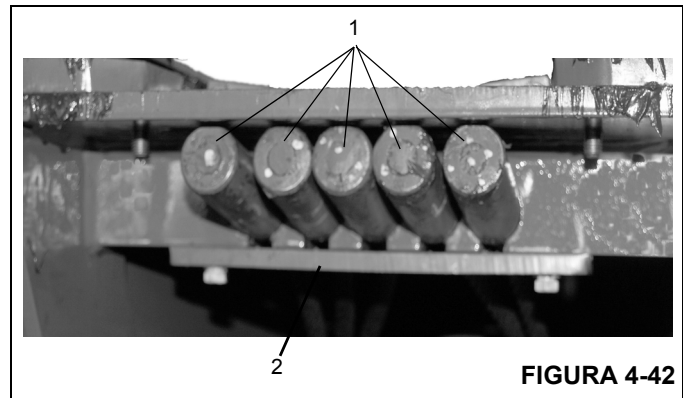

FIGURA 4-42
13. Coloque as pontas fixas dos cinco cabos (Figura 4-42, 1) nas fendas na parte superior da seção volante e fixe-as com a placa de retenção do cabo de extensão (Figura 4-42, 2) e dois parafusos.